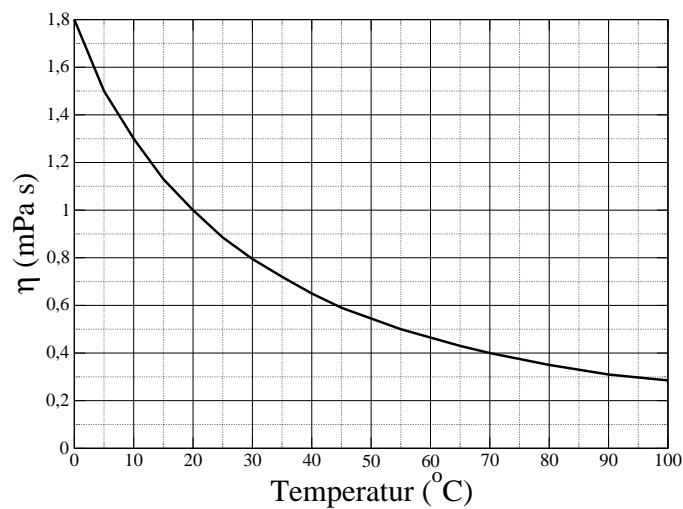

Abbildung 8: Temperaturabhängigkeit der Viskosität von Wasser
Berechnen Sie die kinematische Viskosität ν nach Gleichung (13) und daraus die dynamische Viskosität η nach Gleichung (4). Vergleichen Sie die Werte mit denen aus dem Versuch zum Kapillarviskosimeter und den Literaturwerten zu den gegebenen Temperaturen aus Abbildung 8.